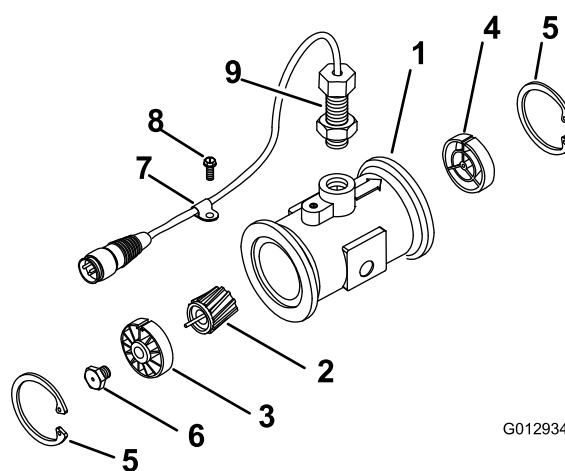

Figura 65
- Retire o anel de retenção do lado superior (Figura 65).